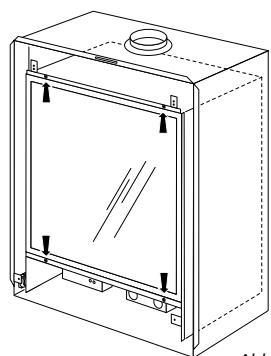

Abb. 8
12. Setzen Sie die Sichtscheibe ein (siehe Abb. 8). Sorgen Sie dafür, dass der Befestigungsstreifen überall gut anschließt.